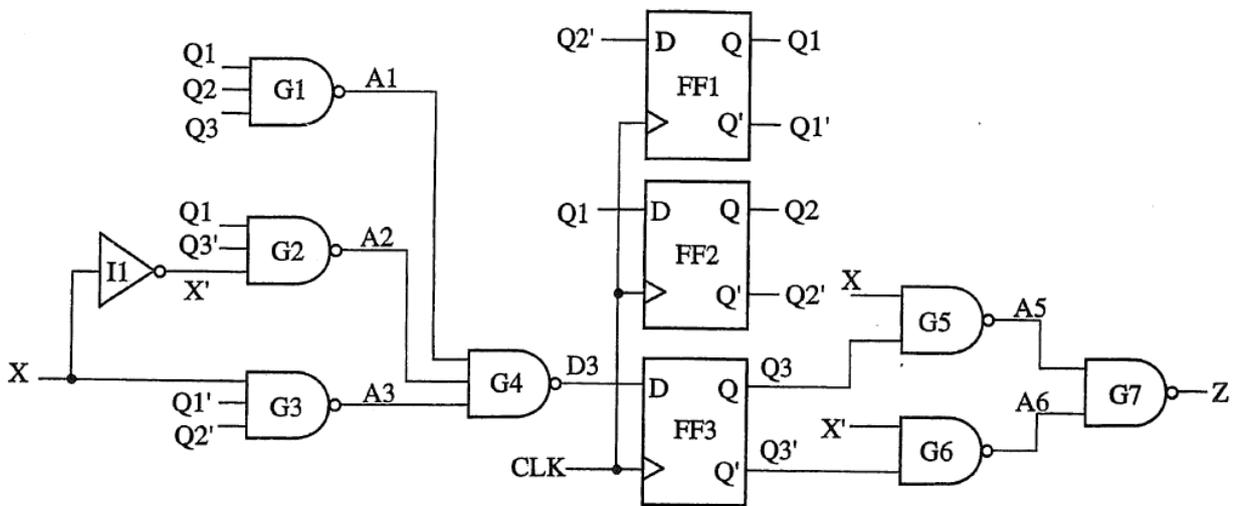

Figura 10: Realizzazione.
Il passaggio alla rappresentazione del circuito in Figura 10 è immediato.
In questa sezione viene descritto come creare il diagramma a blocchi di Figura 10. Per prima cosa è necessario autenticarsi su uno degli *host* del laboratorio ESD e quindi configurare l'ambiente.
- Aggiornare il campo **Instance Name** con il nome dell'istanza della componente (si veda Figura 10). Se si volesse cambiare colore e forma alle componenti per migliorarne la visibilità, selezionare **Appearance** e quindi agire su **Color** e **Change Shape**.
- Rappresentare il circuito di Figura 10, gestendo anche la corrispondenza dei nomi dei segnali, porte in ingresso uscita e componenti.